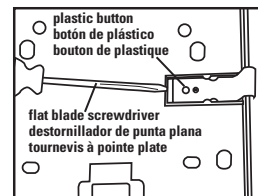

Fig. 3
4. Empuje la parte posterior del seguro de muelle haciendo palanca con un destornillador de punta plana hasta que deje libre el botón de plástico. **(Fig. 3)**
4. À l'aide d'un tournevis à pointe plate, soulever l'arrière du ressort de loquet jusqu'à ce que le bouton de plastique soit visible. **(Fig. 3)**